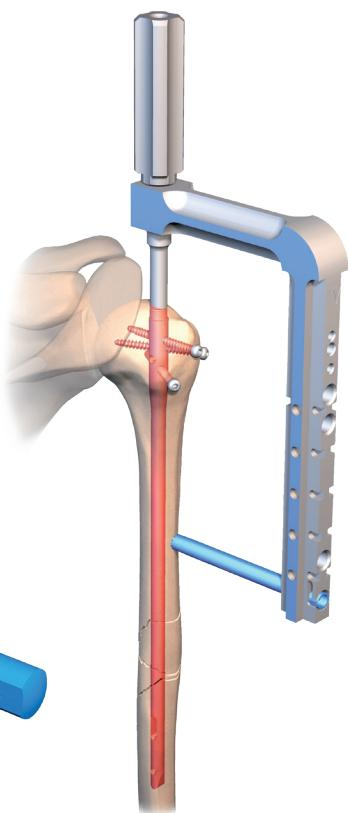

fig.12
- Forage de la corticale externe avec la mèche grise à butée (**réf. 266 428**) (**fig.12**).